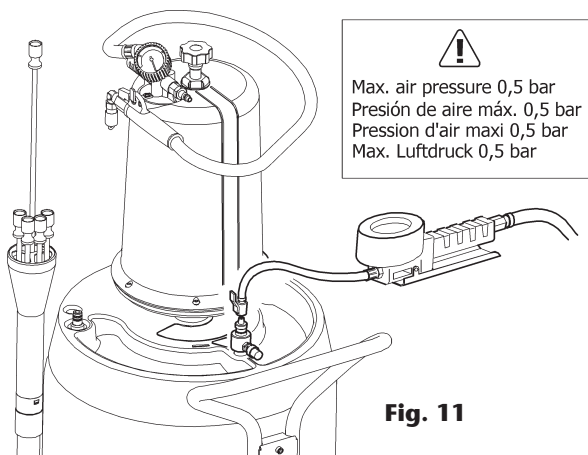

Fig. 11
3. Connect compressed air by means of a tire inflator to the charge valve (fig. 11), pressurize the container to 0,5 bar and open the discharge hose valve. Repeat this procedure until the container is empty. It is also possible to empty the container maintaining the tyre inflator connected and the discharge valve opened until it is empty. Once the container is empty, close the valve and replace the outlet cap.
3. Conectar el aire comprimido mediante un inflador de neumáticos a la válvula de carga (fig. 11), presurizar el depósito a 0,5 bar y luego abrir la válvula de la manguera de descarga. Repetir este proceso hasta vaciar el depósito. También se puede vaciar el depósito manteniendo el inflador conectado y la válvula de la manguera de descarga abierta hasta que está vacío. Una vez vaciado el depósito, cerrar la válvula y colocar el tapón.
3. Brancher l'air comprimé à la valve indiquée sur le schéma à l'aide d'un pistolet de gonflage (fig. 11), pressuriser le réservoir à 0.5 bar et ouvrir ensuite la vanne du flexible de vidange. Répéter l'opération jusqu'à vider le réservoir. Il est également possible de vider le réservoir en maintenant le pistolet de gonflage branché et la vanne du flexible de vidange ouverte jusqu'à ce que ce dernier se vide. Dès que le réservoir est vide, fermer la vanne et remettre le bouchon à sa place.